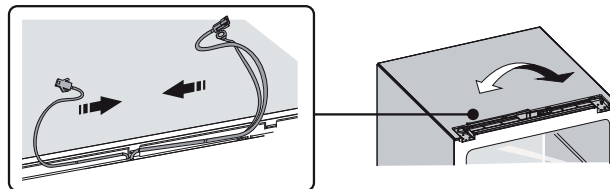

Fig. 14
14. Fig. 14 Vyměňte pozice elektrických kabelů vedených v těle spotřebiče jejich přesazením z levé strany na pravou a pravé strany na levou.